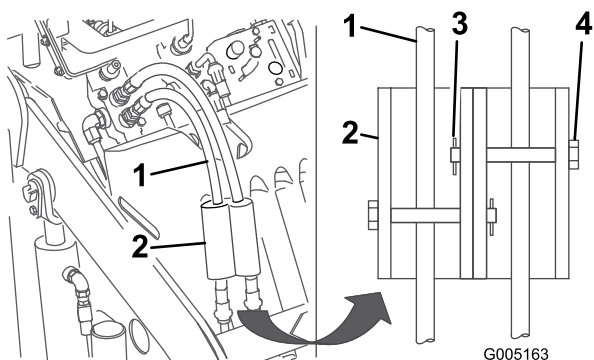

Figura 13
7. Instale los bloqueos de cilindro sobre las mangueras hidráulicas y fíjelos con los pasadores y chavetas (Figura 13).